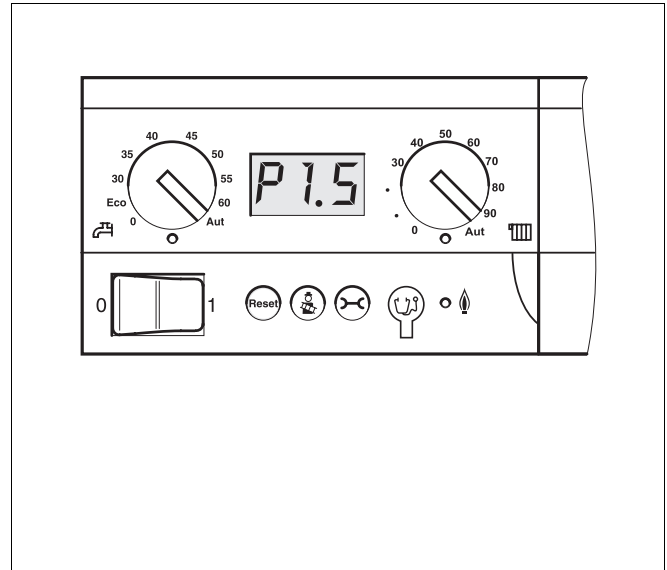

Abb. 14 Digitale Anzeige des Wasserdrucks
- Öffnen Sie vorsichtig den Wasserhahn und füllen Sie langsam die Heizungsanlage. Beachten Sie dabei das Display am Basiscontroller Logamatic BC10 (Abb. 14). Der angezeigte Wert (z. B. „P0.8“) wird beim Befüllen größer.